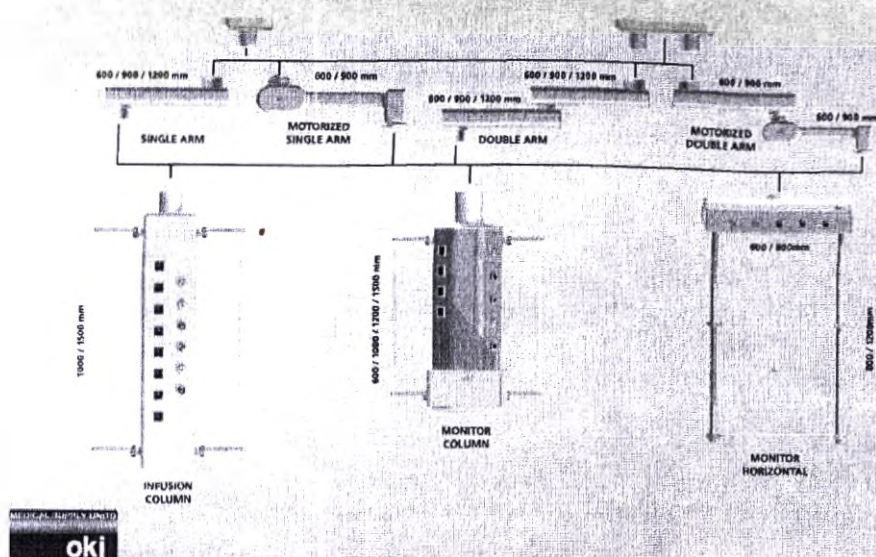

Рисунок 23.
29. Колонна для инфузий и монитора (не более 5 шт.). Для создания модульных конструкций. Основной несущий элемент моделей OKI CIELO, OKI ISOLA. Может применяться и в других моделях. (Рисунок 23).